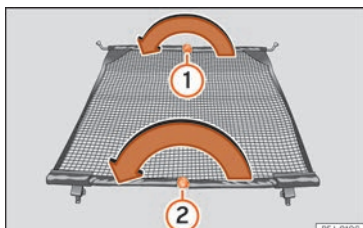

Abb. 167 Netztrennwand einklappen.
- Entriegelungsknopf »» Abb. 167 ① drücken und Querstange bei gedrücktem Entriegelungsknopf in Pfeilrichtung einklappen.
- Entriegelungsknopf »» Abb. 167 ② drücken und Querstange bei gedrücktem Entriegelungsknopf in Pfeilrichtung einklappen.